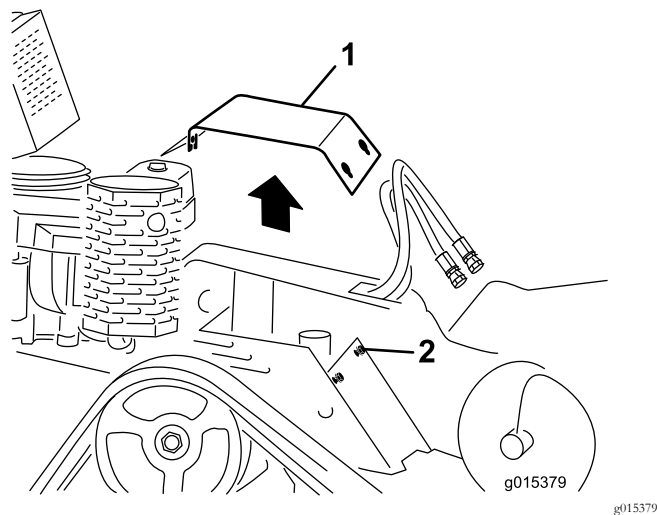

Figura 8
- Afloje el perno trasero (3/8" x 1") y los 2 pernos delanteros (3/8" x 1½") que sujetan la tapa superior a la máquina, y retire la tapa (Figura 8).
- Sujete la tapa superior a la máquina (Figura 8) y apriete los 3 pernos (3/8" de diámetro) a 38–45 N m.